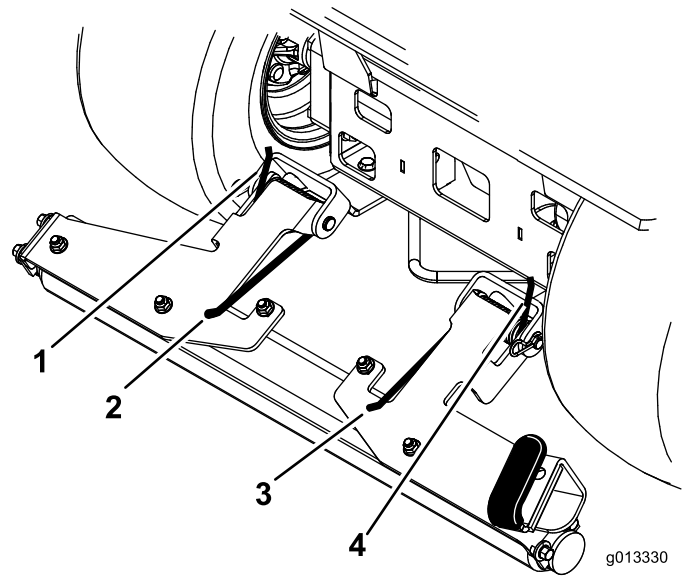

Figura 4
- Tire hacia arriba del extremo interior del muelle para colocarlo encima del soporte del rodillo (Figura 4).